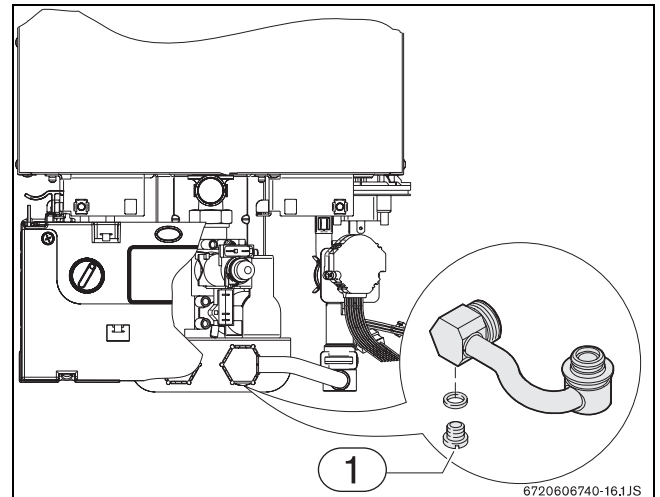

Рис. 10 Зливна пробка
- ▶ Відкрутити зливну пробку (Рис. 10), яка знаходиться на трубі подачі холодної води.
- ▶ Колонку не дозволяється встановлювати в незахищеному від морозу приміщенні. Якщо з'явилась загроза зниження температури у кімнаті нижче 0°C слід вимкнути колонку та залити воду (Рис. 10).